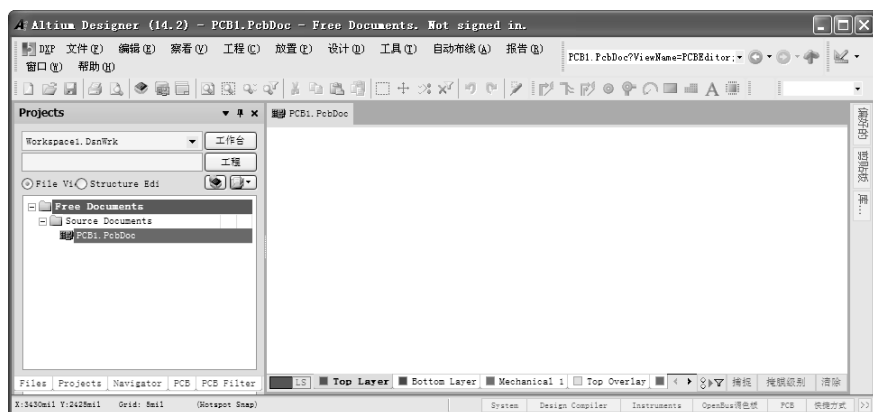

图 7-21 新建的 PCB 文件
1) 新建一个 PCB 文件，使之处于当前的工作窗口中，如图 7-21 所示。